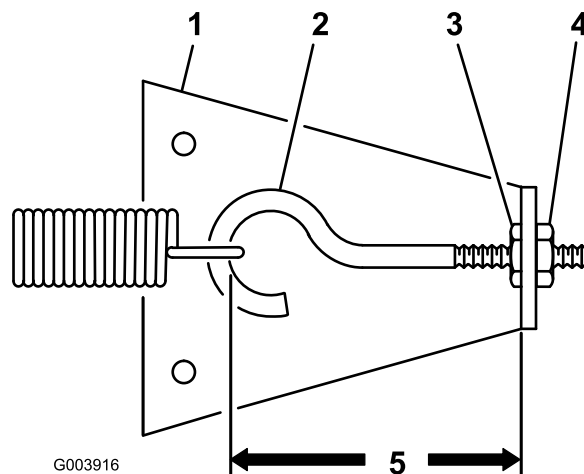

Figura 62
3. Afloje la tuerca hexagonal exterior que sujeta el perno de ojal a la chapa de anclaje del muelle (Figura 62).
4. Gire la contratuerca exterior en el sentido de las agujas del reloj hasta que la distancia entre el interior del ojal del perno y el interior de la chapa de anclaje del muelle quede acortada en 3 mm, según lo indicado en Figura 62. Apriete la contratuerca interior.